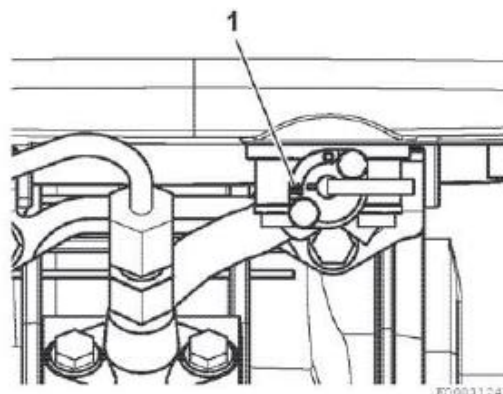

Рисунок 22
1. Перевести рычаг топливного крана в закрытое положение (позиция 1, Рисунок 22).